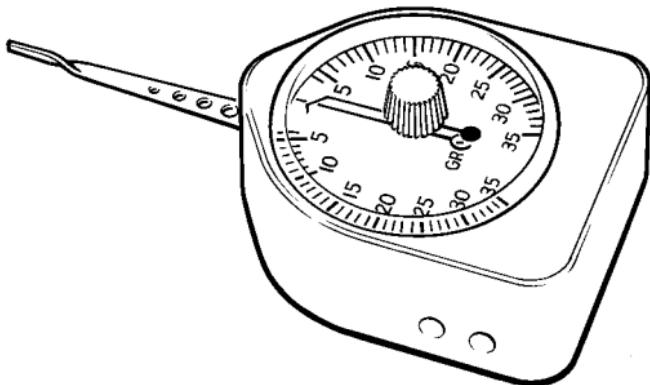

Figura 8 - Calibro Dinamometro (misura in Grammi)
8.2 Calibro Dinamometro (Vedi Figura 8)